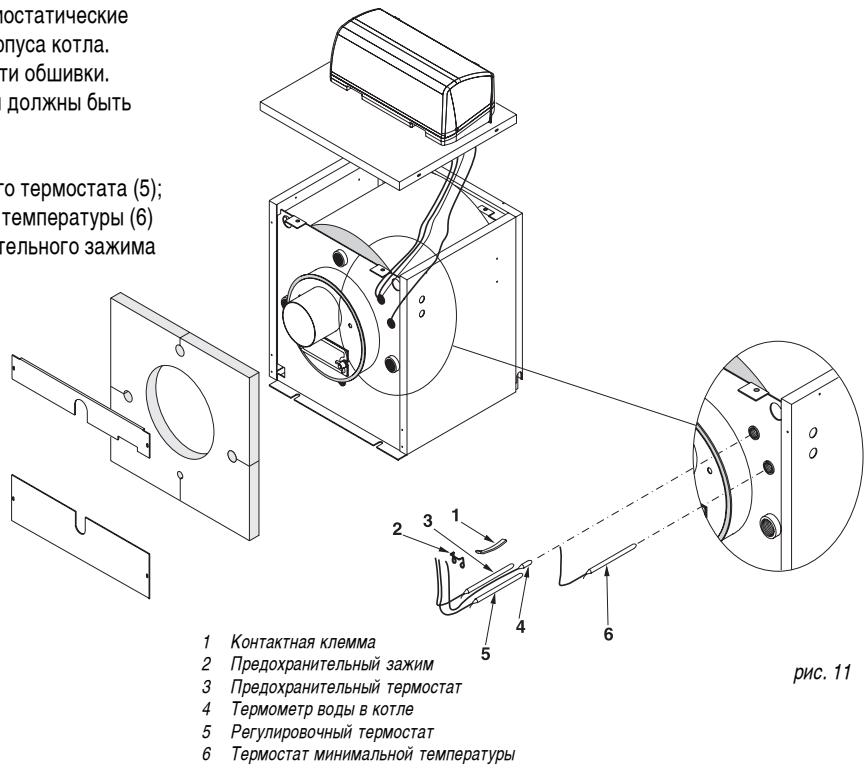

рис. 11
- Закрепить электрическую панель на верхней панели (поз. 1), направив в центральное отверстие панели электрические провода и капилляры датчиков на выходе и вставить капилляры в соответствующие гильзы, закрепив их зажимами (рис. 11, поз. 2), поставляемыми в комплекте.